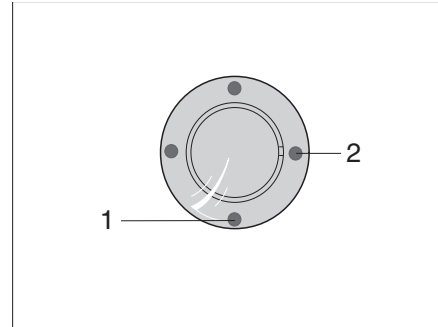
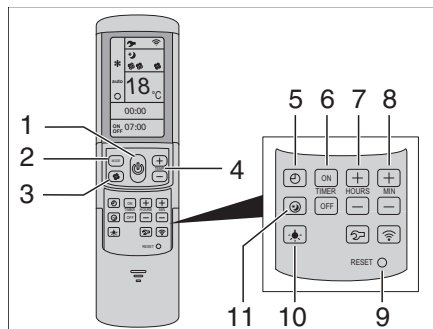

Bild 224 IR-Empfänger/Funktionsanzeige
Bild 225 Fernbedienung
Die Klimaanlage ist auf dem Dach des Fahrzeugs angebracht. Die Fernbedienung (Bild 225) für die Klimaanlage befindet sich im Küchenbereich.
- Fahrzeug an die 230-V-Versorgung anschließen. Die Klimaanlage ist betriebsbereit. Die blaue LED (Bild 224,1) leuchtet.
- Zum Einschalten die Taste (Bild 225,1) auf der Fernbedienung drücken. Die blaue LED (Bild 224,1) blinkt.
- Die gewünschte Betriebsart mit der Taste MODE (Bild 225,2) einstellen.
- Bei Bedarf mit der Taste (Bild 225,3) die gewünschte Gebläsestufe und mit den Tasten (Bild 225,4) die Raumtemperatur einstellen.
Ist die auf der Fernbedienung eingestellte Temperatur erreicht, erlischt die blaue LED (Bild 224,1), der Kompressor schaltet ab und das Umluftgebläse läuft weiter.
- Zum Ausschalten die Taste (Bild 225,1) auf der Fernbedienung erneut drücken.
- Zum Programmieren die Klimaanlage mit der Taste (Bild 225,1) auf der Fernbedienung einschalten.
- Mit der Taste (Bild 225,2) die gewünschte Betriebsart und mit den Tasten (Bild 225,4) die Raumtemperatur einstellen.
- Mit den Tasten (Bild 225,6) die gewünschte Funktion auswählen:
- Mit den Tasten (Bild 225,7 und 8) die gewünschte Schaltzeit wählen (15 Minuten bis 24 Stunden).
- Einstellung mit den Tasten "ON" oder "OFF" (Bild 225,6) bestätigen.